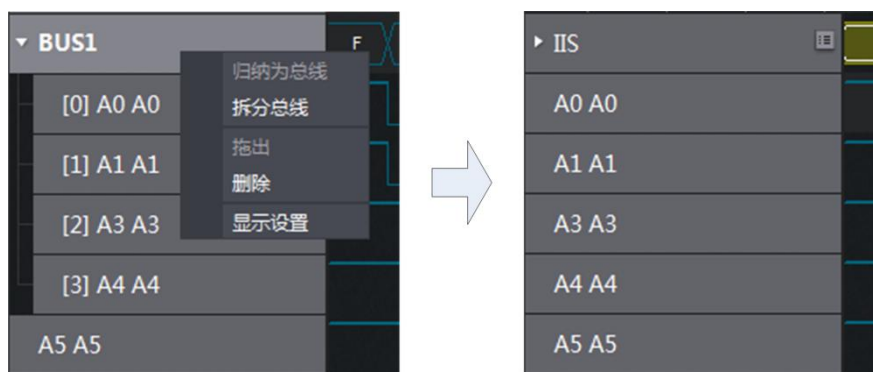

图 3.16 拆分总线前后效果
- 拆分总线：将一条组合总线拆分为多条单独总线。如图 3.16 所示。选择总线 BUS1，右键弹出菜单，执行“拆分总线”操作，执行后效果如图 3.16 右图所示。